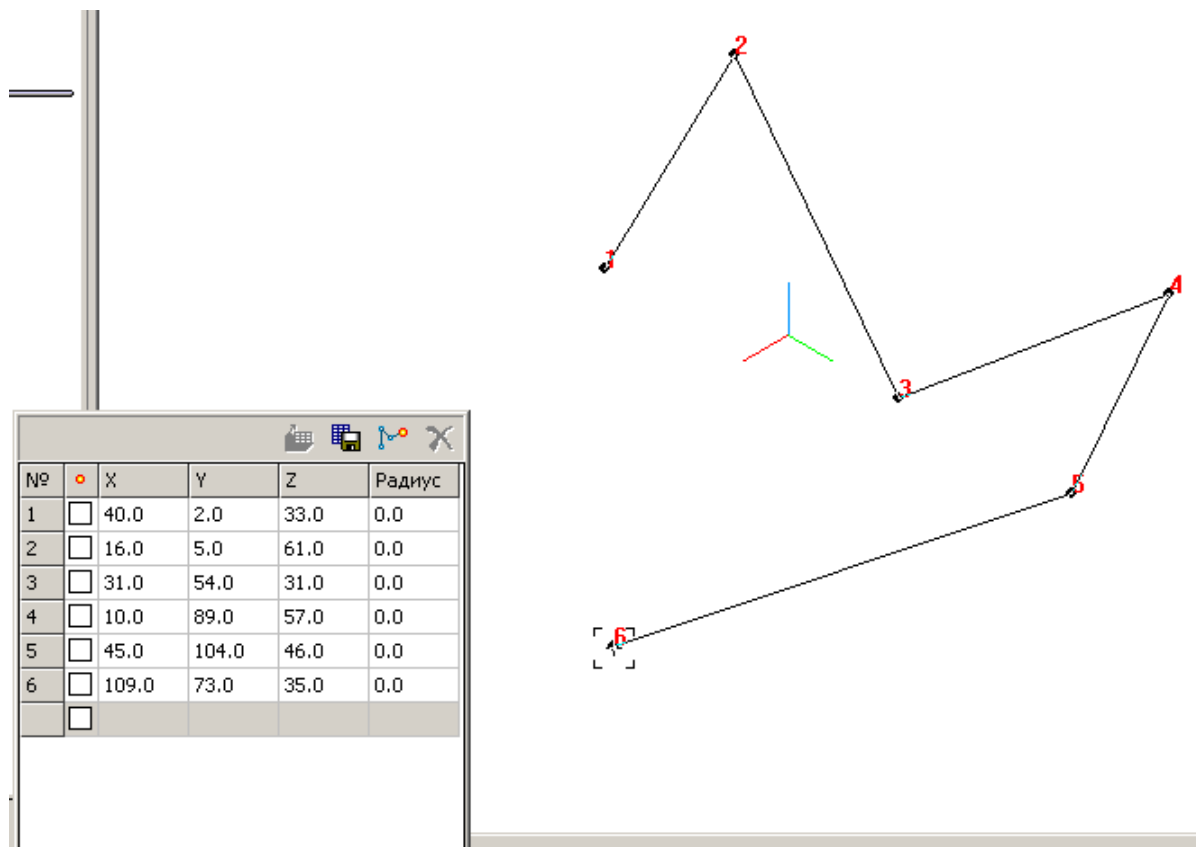

Рисунок 89
- ввод значения координат в Таблицу параметров вершин ломаной (только для способа «по точкам»), рисунок 89.